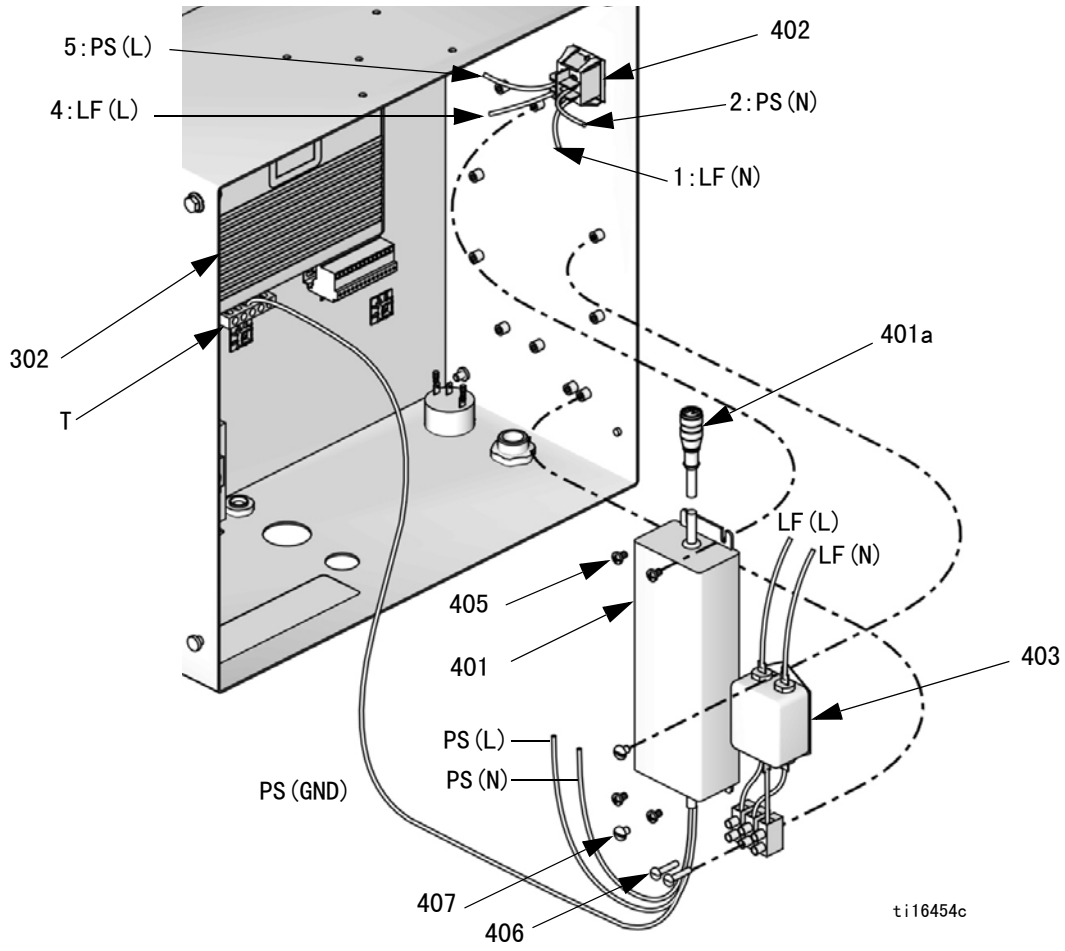

图 8. 更换市电电源
4. 参见图 8。将电源 CAN 电缆（401a）从高级流体控制模块（302）上断开。
9. 参见图 8。将电线束（410/LF）与管路过滤器（403）及电源开关（402）连接，如图所示。还请参见“电气示意图”。